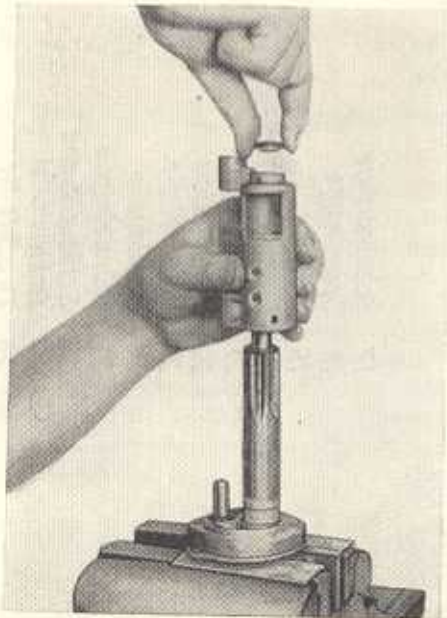

Bild F 22. Montieren der Ritzellagerung
10. Komplette Ritzellagerung wie Bild F 22 am Ritzellausch im Schraubstock einspannen. Sicherungsblech an der Sechskantmutter zurückschlagen und Sechskantmutter abschrauben. Alle Einzelteile können nun nacheinander vom Ritzelschaft abgezogen werden.